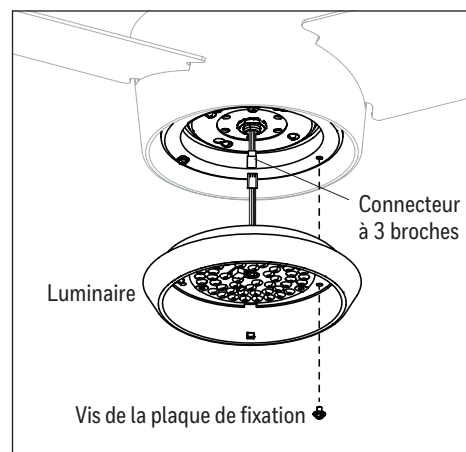

Figure 5.5
5. **Remarque :** Pour installer le ventilateur sans le luminaire se trouvant à 5.9. Retirez l'une des trois vis de la plaque du luminaire et desserrez les deux autres vis sans les retirer. Branchez les connecteurs à 3 broches de la plaque du luminaire sur les connecteurs à 3 broches du luminaire. Soulevez les deux encoches en trou de serrure du luminaire par-dessus les deux vis desserrées de la plaque du luminaire, puis tournez le luminaire dans le sens des aiguilles d'une montre. Ensuite, fixez le luminaire à la plaque du luminaire à l'aide de la vis de la plaque du luminaire retirée précédemment. Serrez toutes les vis (Figure 5.5).